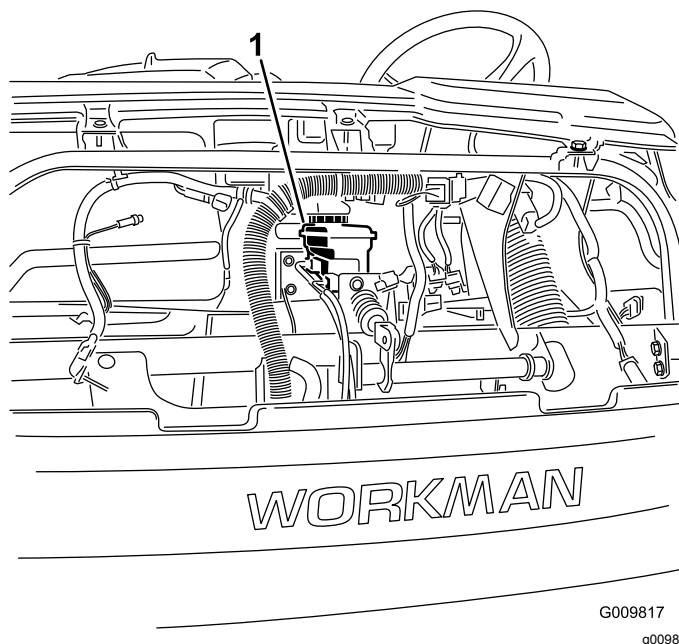

Figure 54
4. Soulevez le capot pour accéder au maître-cylindre de frein et au réservoir (Figure 54).